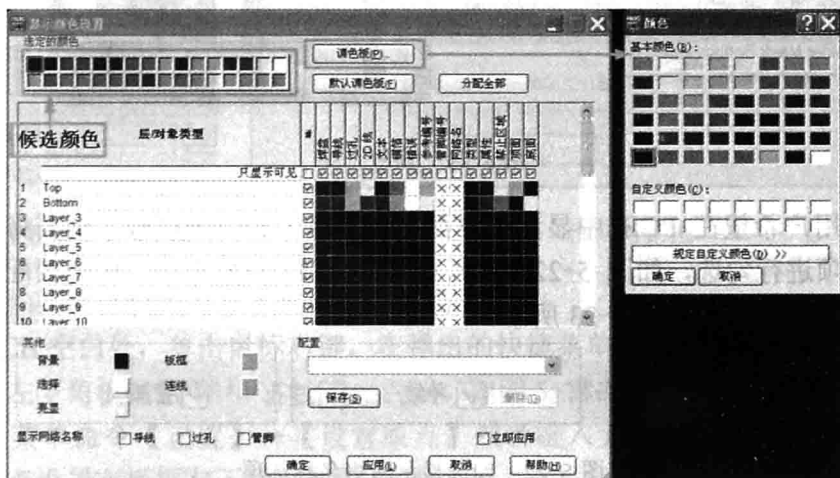
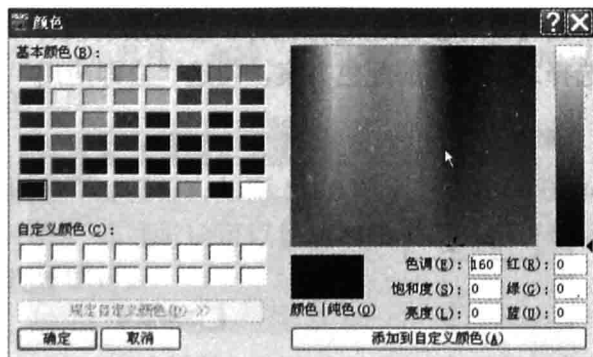

图 5-19 “显示颜色设置”对话框
图 5-20 展开的“颜色”对话框
(2) 随后弹出“显示颜色设置”对话框, 如图 5-19 所示, 包括层/对象类型(如焊盘、导线等)颜色的设定和其他栏(如背景颜色、选择、亮显、板框和飞线)的颜色设定。
如果需要更改软件默认的候选颜色, 可以单击【调色板】按钮定制自己喜欢的颜色。在弹出的“颜色”对话框中, 单击【规定自定义颜色】按钮, “颜色”对话框展开, 如图 5-20 所示。在对话框中可以调整颜色、色调、饱和度和亮度等参数。移动图中的光标, 相关参数会产生相应变化, 调整到满意的颜色后单击【添加到自定义颜色】按钮, 将颜色添加到如图 5-19 所示右侧的“基本颜色”栏中来。